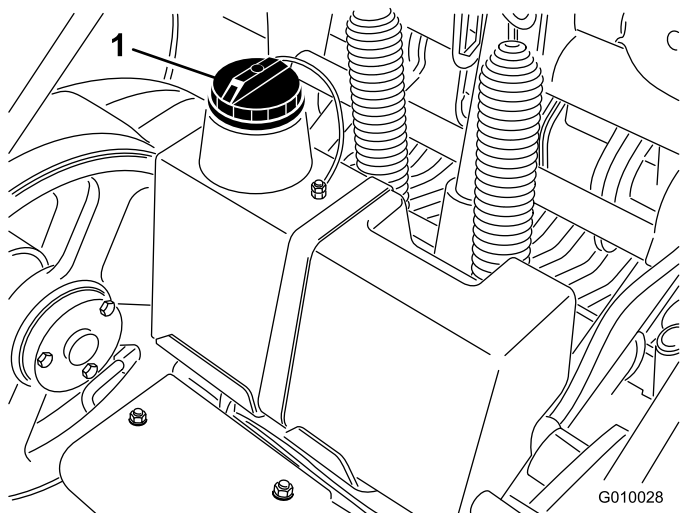

图 61
3. 清洁液压油箱加油颈和油箱盖周围的区域 (图 61)。从加油颈上取下盖子。